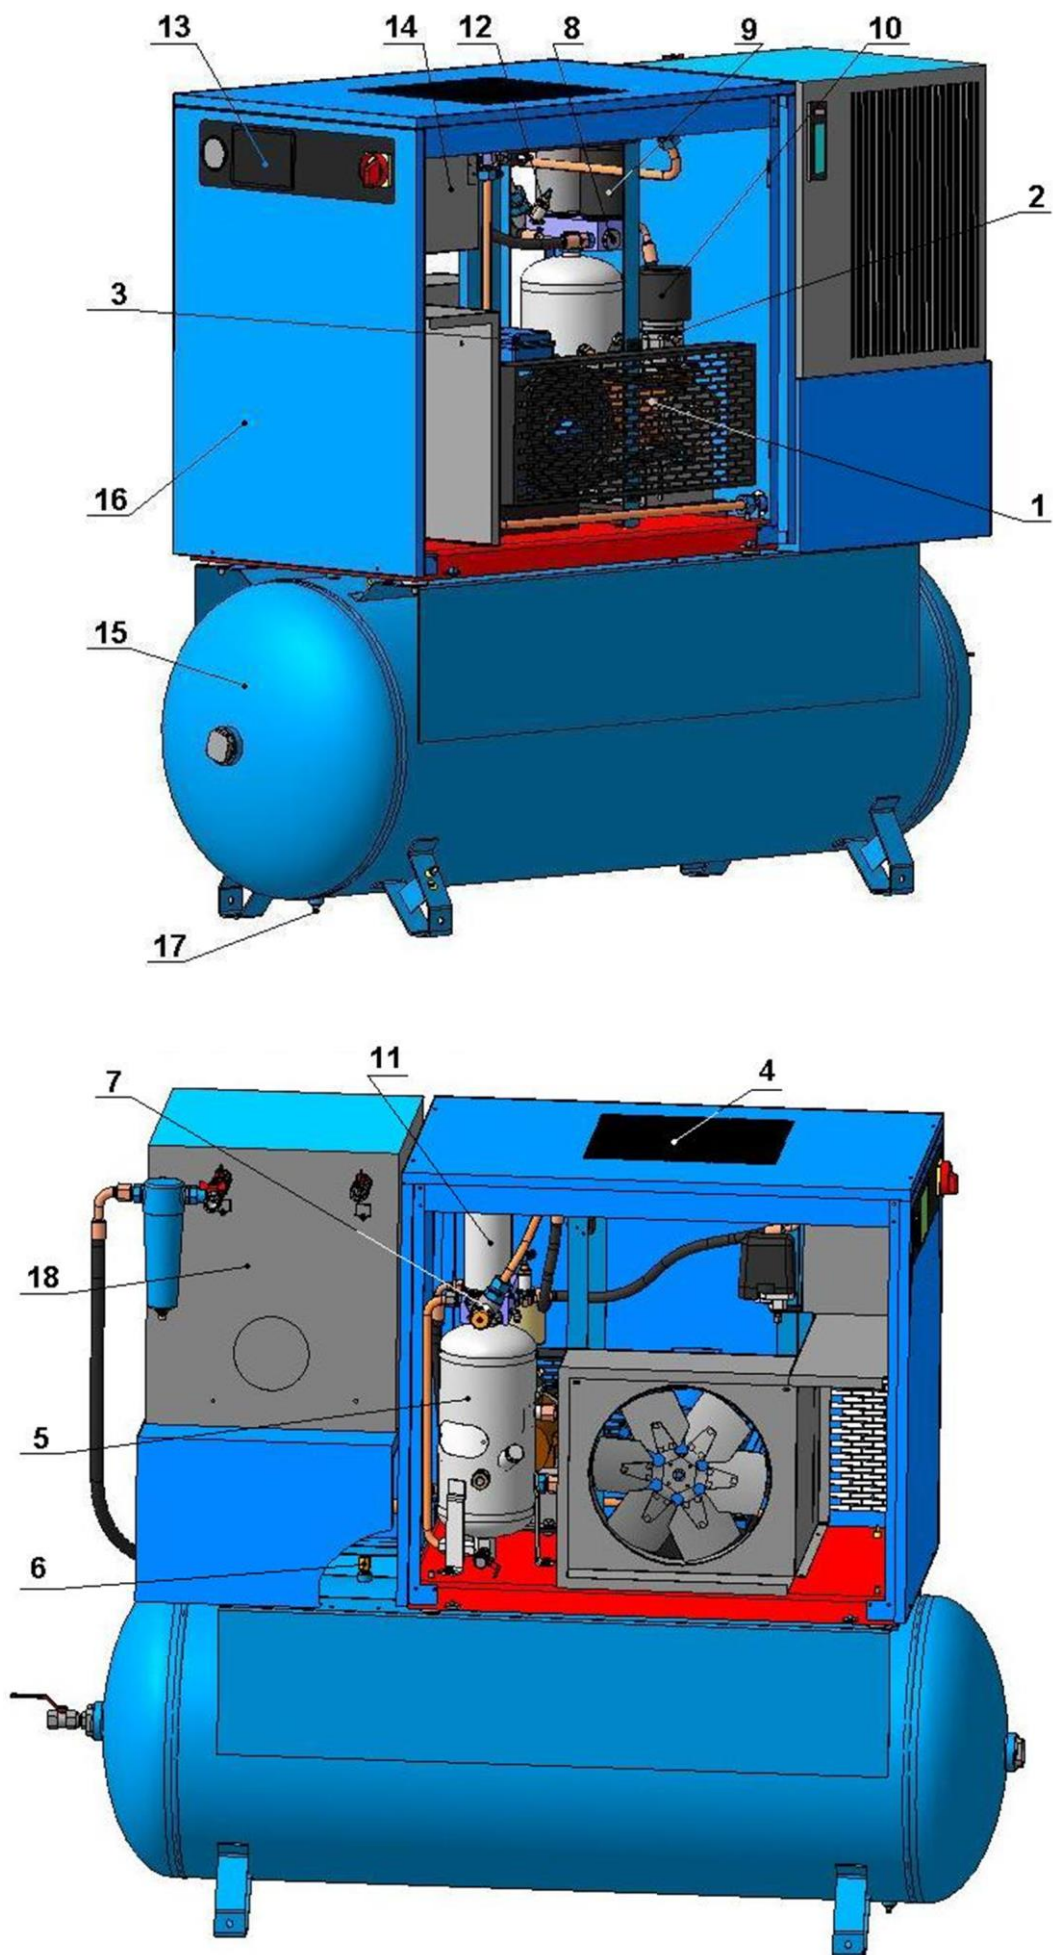

Рисунок 3 – Общий вид компрессорной установки BK15E-...-500Д
**18 – Осушитель** (см. рисунок 3) предназначен для отделения влаги, содержащейся в сжатом воздухе.